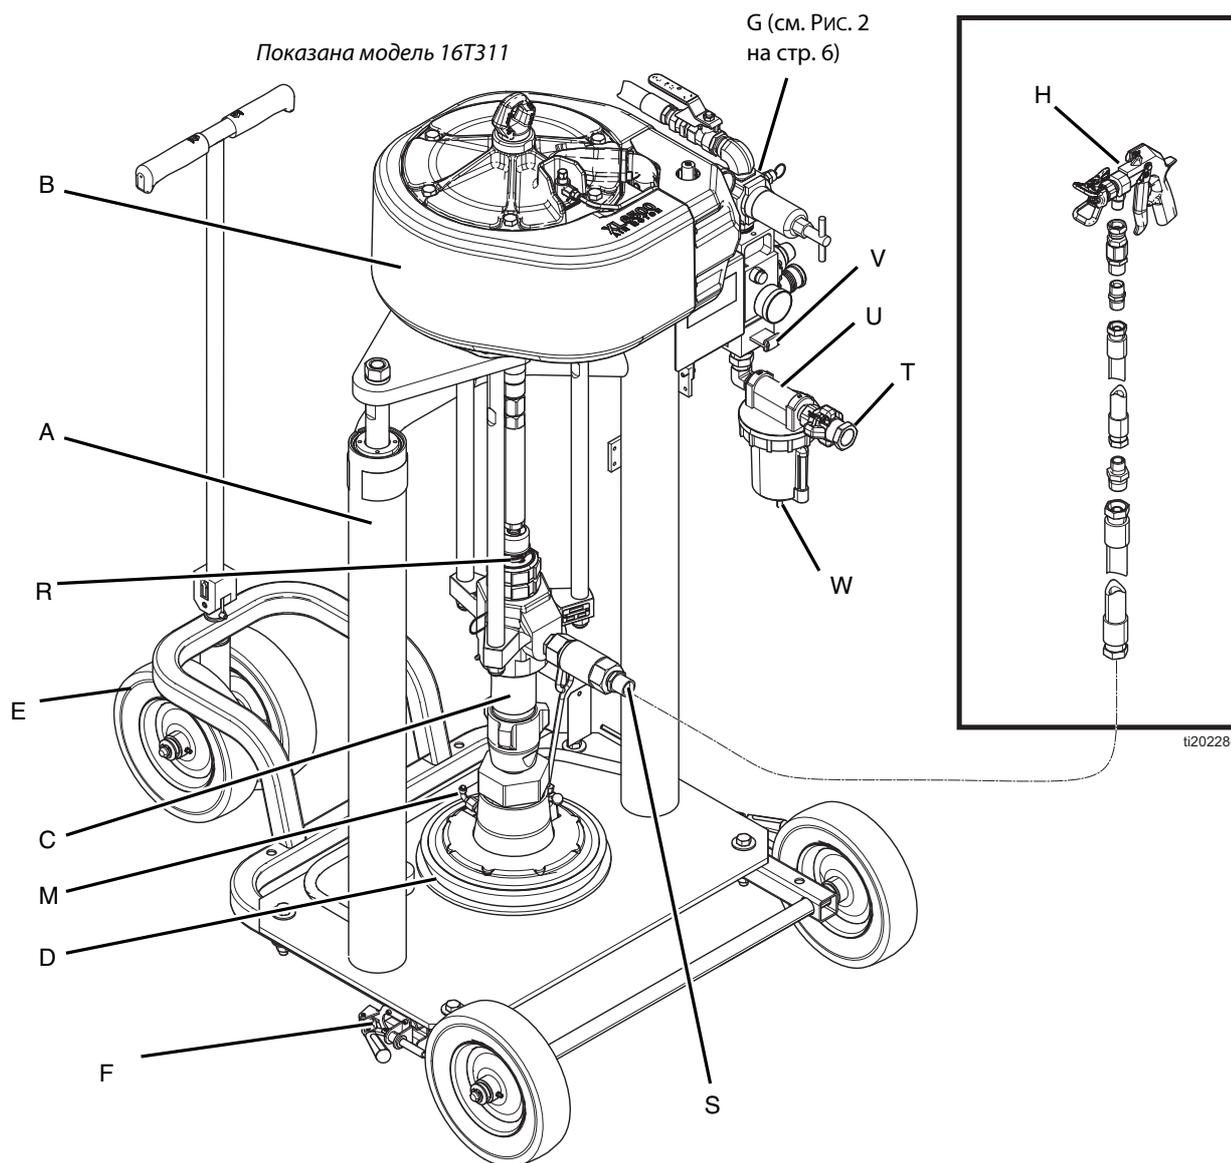

Рис. 1
См. раздел РИС. 1 на стр. 5.
3. Подсоедините линию подачи воздуха, ведущую от источника воздуха к отверстию для впуска воздуха в системе. См. Рис. 1. Используйте шланг подачи, способный выдержать необходимый поток.